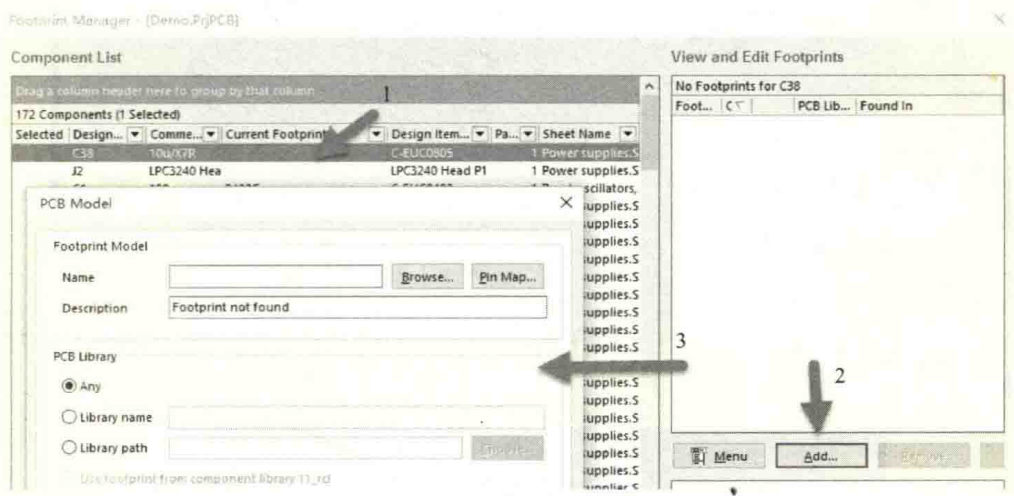

图 13-4 封装的添加、删除与编辑
- (1) 在原理图编辑界面中，执行菜单命令“Tools-Footprint Manager...”，进入封装管理器，可以查看所有元件的封装信息。
- (2) 确认所有元件都存在封装名称，如果不存在，就会存在元件网络无法导入的问题，如“Unknown Pin”的出现。
- (3) 确认封装名称和封装库的匹配，如果原理图中的封装名称为“C0402”，封装库中的封装名称为“0402C”，则无法进行匹配，出现“Footprint Not Found C0402”的提示。
- (4) 如果存在上述现象，可以在封装管理器中检查无封装名称的元件和封装名称不匹配的元件，可以按如图 13-4 所示的步骤进行封装的添加、删除与编辑操作，使其与封装库里面的封装匹配上。多选的情况下可以对其进行批量操作。